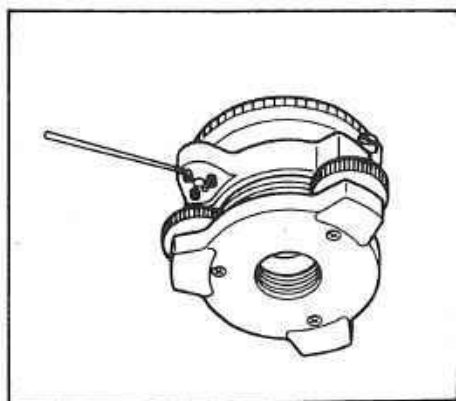

図52
横気泡管の調整が終わったら、円形気泡管⑭を点検・調整します。もし気泡が中央の円からずれていれば、調整ピンを使い、気泡の寄っている方向と反対方向の最も近い円形気泡管調整ねじ⑮をゆるめてから、他のねじを締め、気泡を円の中心に合わせます。(図52)